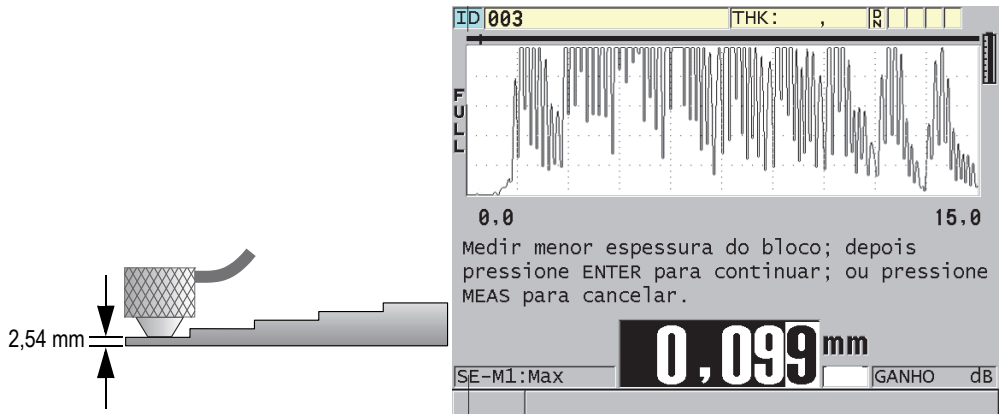

Figura 5-5 Realizar a calibração do zero em um bloco de teste de cinco degraus
2. Para realizar a calibração do zero (veja Figura 5-5 na página 79):